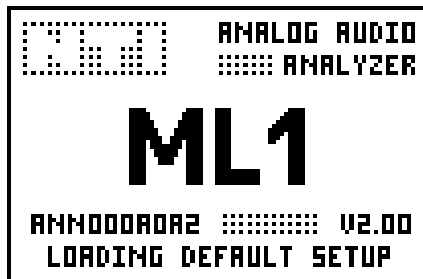

Fig 26 Anzeige nach Systemreset
- Das unten angezeigte Bild, Fig 26, sollte auf der Anzeige erscheinen. In der untersten Zeile steht LOADING DEFAULT SETUP.